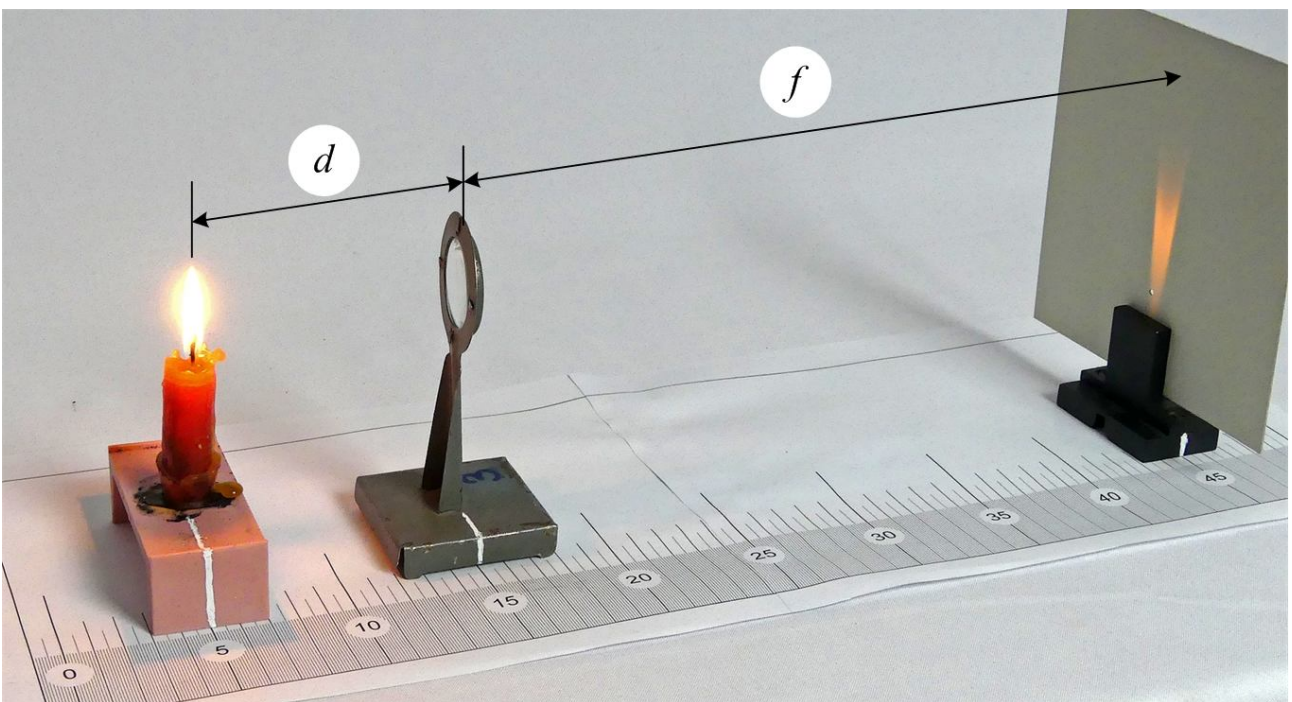

Рис. 3
2. Переміщуючи лінзу між свічкою та екраном, одержимо на екрані різке зображення полум'я свічки (рисунок 3). Зображення буде дійсне, перевернуте і збільшене.